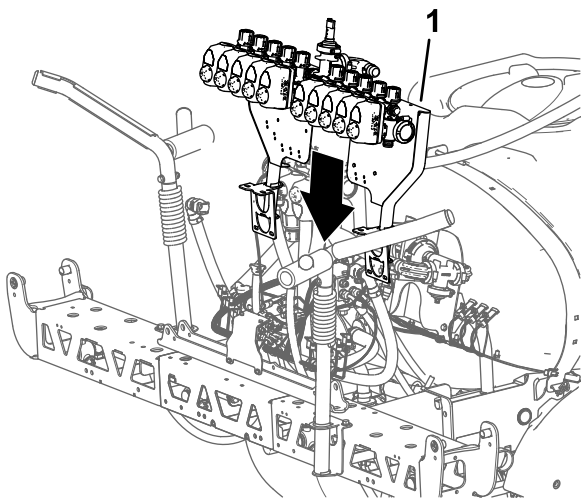

图 108
1. 使用具备指定提升能力的提升设备提起阀门安装架和喷洒阀总成将其与中间喷洒段上方对齐 图 108。